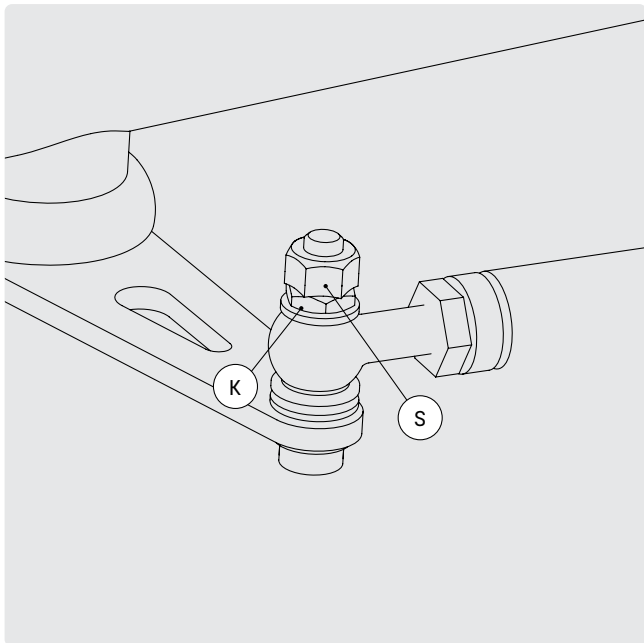

BILD 32
- Om du vill ha en lite trögare styrning, dra åt den platta muttern K på styrstaget något mer (Bild 32). För att göra detta måste du först ta bort den självslåsande muttern S.